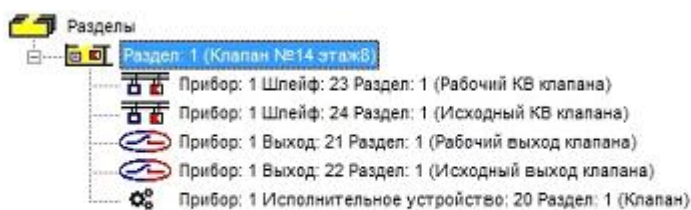

Рисунок 76 – Адреса, занимаемые сигнально-пусковым блоком «С2000-СП4»
- Создать отдельную зону (раздел) для каждого клапана. Шлейфы «Исполнительное устройство 20», 23, 24 и выходы 21, 22 переносим в зону (раздел), которая в примере названа «Клапан №14 этаж8». «С2000-СП4» в конфигурации пульта занимает 5 адресов (см. рис. 76):